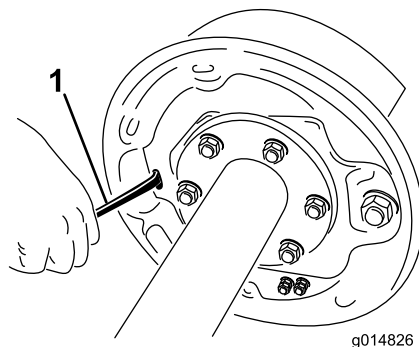

図 13
4. 通常のねじ回しを使って、アジャスタ・アセンブリのスターホイールを回してブレーキ・シューを外側に開く（図 13）。